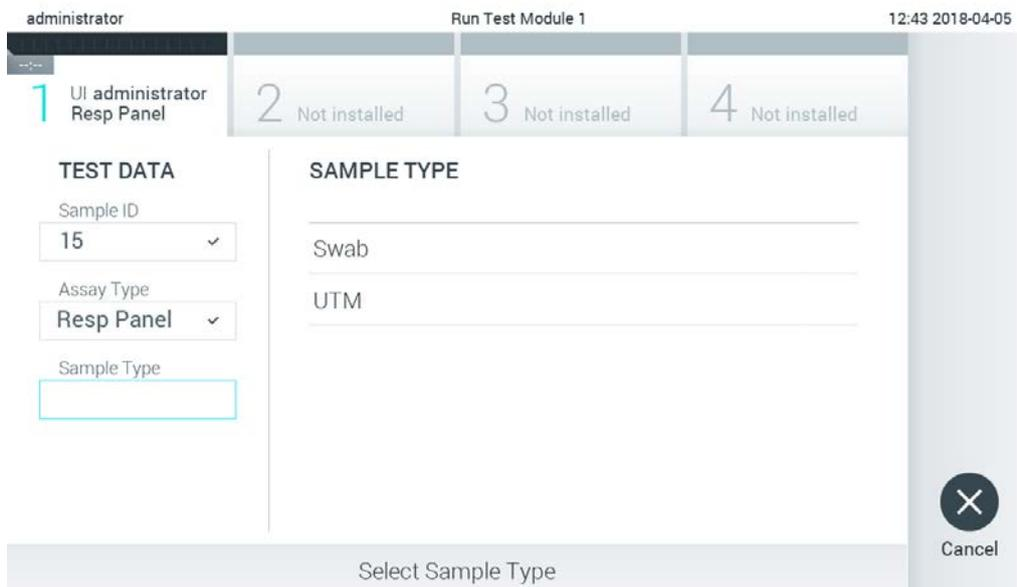

Figura 78. Selezione del tipo di campione.
- Il campo Assay Type (Tipo di esame) sarà popolato automaticamente e, se necessario, dovrà essere selezionato manualmente un Sample Type (Tipo di campione) dall'elenco (Figura 78).